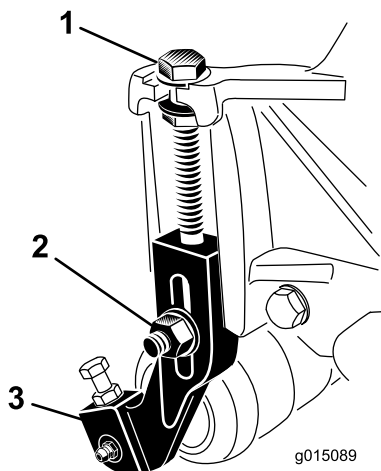

Figure 19
1. Desserrez les contre-écrous qui fixent les bras de hauteur de coupe aux plaques latérales du plateau de coupe (Figure 19).